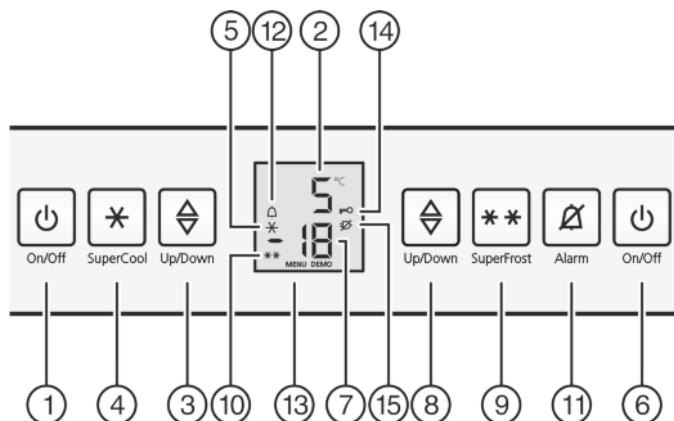

Fig. 2
- ▶ Натисніть кнопку On/Off морозильника Fig. 2 (6).
- ▶ Натисніть кнопку On/Off охолоджувального відділення Fig. 2 (1).
- ▶ Вмикання режиму настройки: натисніть кнопку SuperFrost Fig. 2 (9) і утримуйте її приблизно 5 секунд.
- ▷ На індикаторі відображається символ «Меню» Fig. 2 (13).
- ▶ Для підтвердження натисніть і відпустіть клавішу SuperFrost Fig. 2 (9).
- ▷ На індикаторі світиться символ «Захист» Fig. 2 (14).
- ▶ Натисніть і одразу відпустіть кнопку On/Off морозильника Fig. 2 (6).
- ▷ Символ функції захисту Fig. 2 (14) гасне.
- ▶ натисніть сигнальну клавішу Alarm Fig. 2 (11).
Одночасно блимає індикатор температури та символ звукового сигналу Fig. 2 (12).
Звукове попередження вимикається автоматично, символ звукового попередження Fig. 2 (12) вимикається, індикатор температури перестає блимати, коли температура достатньо низька.